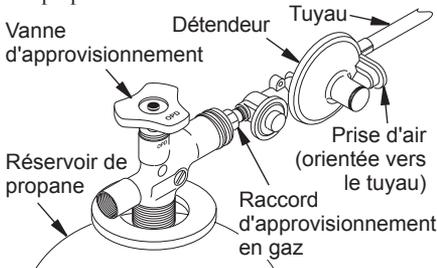

Figure 3 - Détendeur avec prise d'air dirigée vers le tuyau
2. Branchez le raccord PP de l'assemblage du tuyau et du détendeur sur le ou les réservoirs de propane. Tournez le raccord PP dans le sens inverse des aiguilles d'une montre dans le filetage du réservoir. Resserrez fermement avec une clef. Serrez le détendeur en dirigeant la prise d'air vers le tuyau (voir Figure 3, page 5).